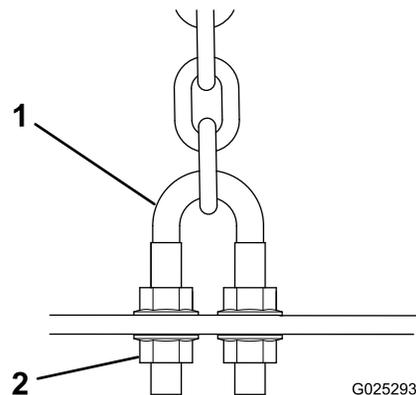

Figura 16
1. Rimuovete i dadi che fissano i bulloni a U della catena di sollevamento alla parte inferiore del piatto (**Figura 16**).
3. Installate i bulloni a U sul piatto con i dadi rimossi in precedenza (Figura 16).